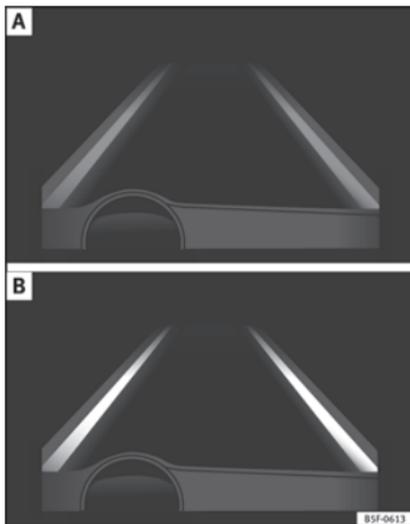

Fig. 206 Sul display del quadro strumenti: indicazione sul display del dispositivo di assistenza per il mantenimento della corsia (esempio 1).
- Il dispositivo è attivo ma non è disponibile, perché non è stato raggiunto il limite minimo di velocità o perché non viene rilevata la segnaletica della corsia »» fig. 206 A.
questo momento non sta correggendo la traiettoria »» fig. 206 B.